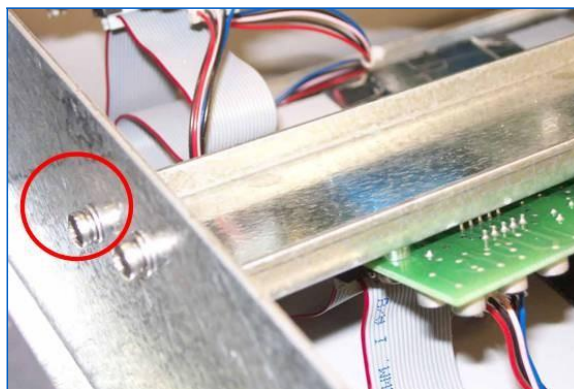

Рисунок 25-21: Несущие болты платы диодной матрицы
4. Найдите подозреваемую плату диодной матрицы, и удалите держатель, открутив ее несущие винты (Рисунок 25-21) с помощью прямоугольной отвертки. Запишите номер держателя.